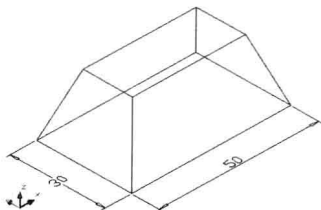

图 8-3-6
(1) 在“绘图”面板中单击“矩形”按钮，单击一点，确定第一个角点A，输入第二个角点B的坐标值“@50, 30”，按Enter键。
(2) 在“建模”面板中单击“拉伸”按钮，命令行提示“选择要拉伸的对象”，单击矩形，按Enter键。
(3) 命令行提示“指定拉伸的高度或 [方向(D)/ 路径(P)/ 倾斜角(T)] <60.0000>”，输入“t”，按Enter键。
(4) 命令行提示“指定拉伸的倾斜角度<0>”，输入“20”，按Enter键。
(5) 命令行提示“指定拉伸的高度或 [方向(D)/ 路径(P)/ 倾斜角(T)] <60.0000>”，输入“20”，按Enter键，如图8-3-6所示。